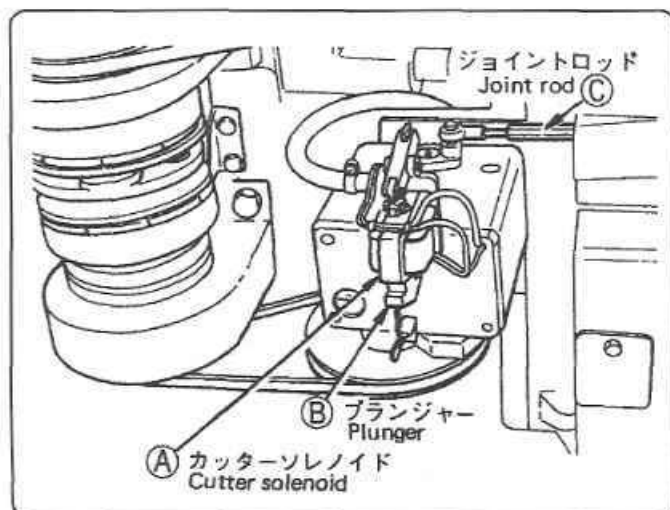
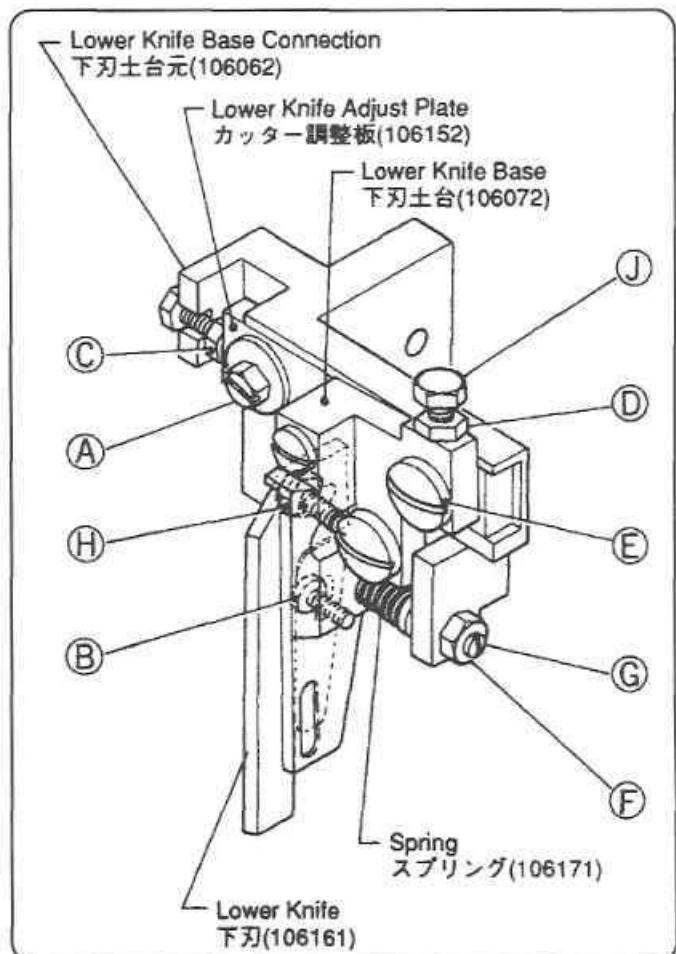
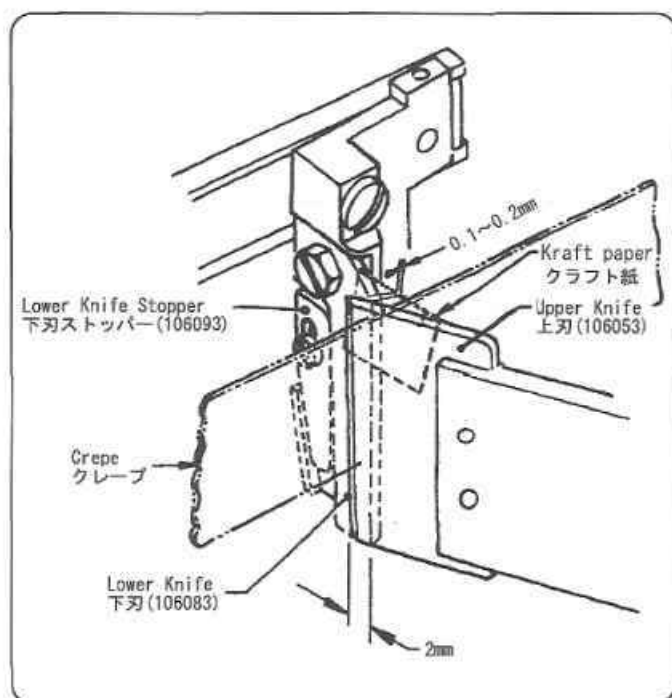

Fig.11
Fig.12
Fig.13
1) Move the upper blade manually to engage it with the lower blade. To make the upper blade movable, follow the steps below. Push up plunger (B) of cutter solenoid (A), Figure 11, and release it. The notch of the clutch is released, with the clutch entering the operational state. You can now bring down the upper blade and engage it with the lower blade by turning the cutter pulley to the left.
Before you bring down the upper blade, loosen screws (A), (E), and (I), and nuts (C) and (D) in Fig.12. The upper and lower blades must have a gap of 0.1 to 0.2mm between them at the rear and (Fig.13). This can be achieved by adjusting screw (I). Tighten screw (A) and nut (C).
1) カッターソレノイド<Fig.11> (A) のプランジャー (B) を上に押し上げて離すと、1回転クラッチのノッチが動いて作動状態になります。カッタープーリーを左に回転させると上刃が下がり噛み合い状態になります。
上刃を下げる時<Fig.12>ネジ (A)、(E)、(I)、ナット (C)、(D) は緩めてください。上刃と下刃の噛み合せは<Fig.13>のように上刃と下刃のうしろ側隙間が 0.1~0.2mm になるようにネジ (I) で調整します。このとき上刃と下刃の先端側は接触しているように調整してください。
This gap is easily obtained by inserting a sheet of Kraft paper between the upper and lower blades, as shown in Fig.13.
この隙間をとるとき<Fig.13>のように上刃と下刃との間にクラフト紙1枚はさんでいただければ簡単に調整できます。
4) The depth of engagement of blades is 2mm on the leading edge (Fig.13). This can be achieved by changing the effective length of ball joint rod ②, Fig.11.
2) この調整のあとネジ①をネジ⑤に軽く当ててナット④を締めてください。
3) 調整 1), 2)が済みましたら手でカッターを動かしてクレープ紙または糸を切断してみてください。カッターの先端側が切れて、後ろ側が切れない場合は後ろ側の隙間が広すぎます。ナット④を緩めてネジ①を1/8回転緩めてからクレープ紙または糸を再度切断してみてください。切れるところまでネジ①を1/8回転ずつ緩めて調整してください。切れるところでナット④を固定してください。後ろ側が切れて先端側が切れない場合は1)の調整が不足です。もう一度上刃と下刃のうしろ側隙間が0.1~0.2mmになるようにネジ①で調整します。また切断時に下刃が逃げるようでしたらナット④を緩めてネジ③を時計方向に廻しスプリングの圧力を強くしてください。
4) 上刃と下刃の噛み合せの深さは2mmです。106123Aボールジョイントロッド<Fig.11>②のロッドの長さを変えて、<Fig.-13>を参照に下刃と上刃の噛み合いの深さを2mmに調整してください。